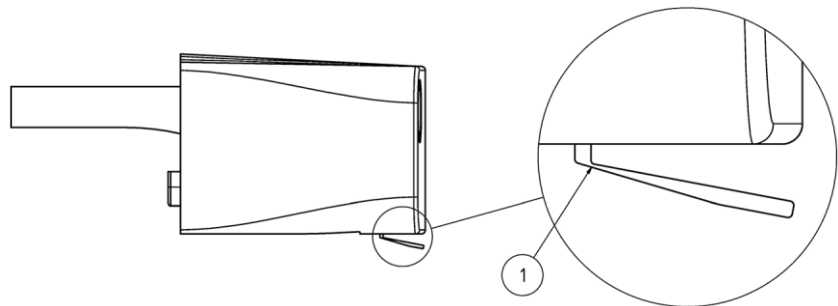

Abbildung 16: Abnormaler Verschleiß der Abstreiferlippe
- ◆ abnormaler oder einseitiger Verschleiß an der Abstreiferlippe vorhanden ist (Abbildung 16: Abnormaler Verschleiß der Abstreiferlippe, Pos 1), auf Grund unzulässiger Betriebsbedingungen oder Umwelteinflüsse oder Falschmontage (Fehlausrichtung) der Stahlbandabdeckung oder des Läuferdeckels.